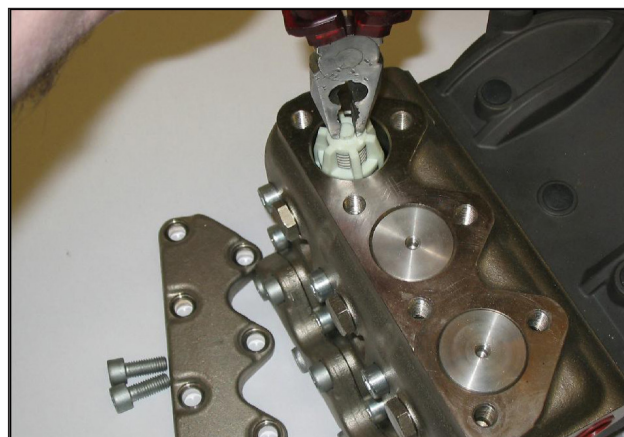

Рис. 16/а
- Открутите 7 крепежных винтов М10х25 крышек клапанов и снимите крышки (Рис. 16, Рис. 16/а).